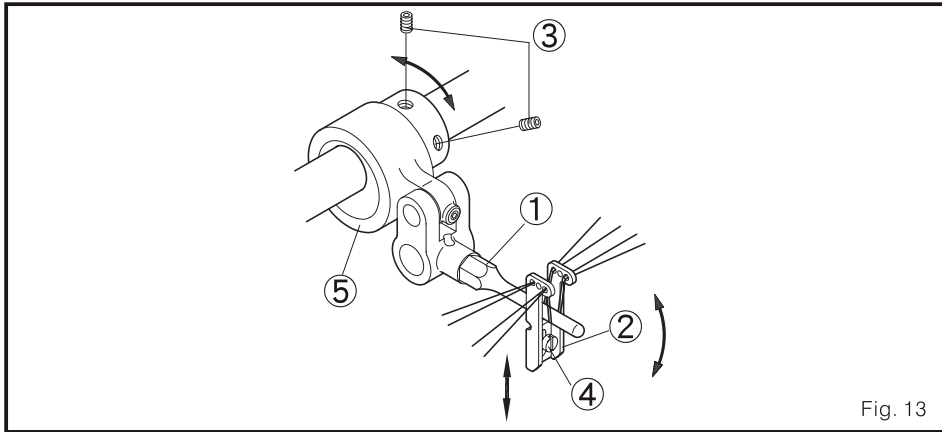

Fig. 13
1. Quando a gorjeta da agulha se orientar à borda superior de um lado do looper direito, a barra de controle do looper de fio 1 começará a mover para cima do ponto morto inferior (fig. 13)